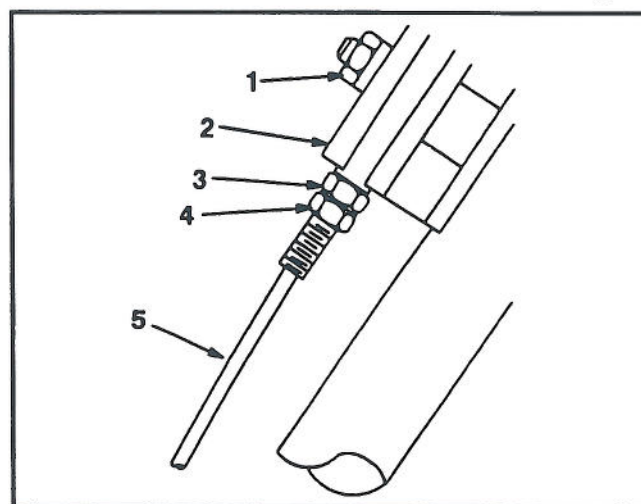

Figure 16
2. Desserrez l'écrou du bloc de support (fig. 16).
3. Desserrez le contre-écrou inférieur sur le câble de traction des roues (fig. 16).
8. Une fois le réglage terminé, le boulon de blocage supérieur doit se trouver contre le bloc de support (fig. 16).